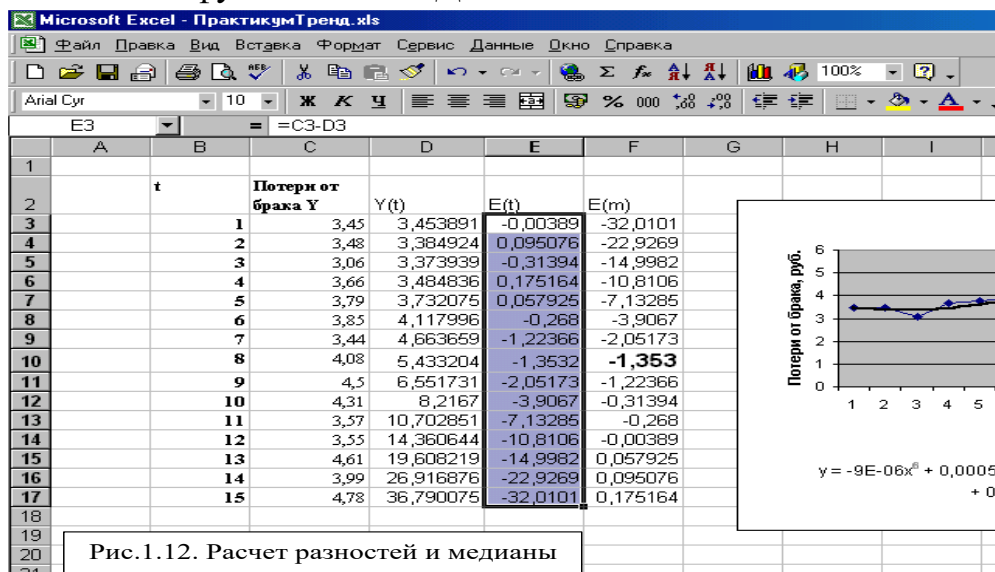

Рис.1.12. Расчет разностей и медианы
2.3. Рассчитать медиану $E(m)$ как срединное значение ряда $E(t)$. Для этого скопировать значения разностей $E(t)$ и с помощью *Специальной вставки* перенести только значения в столбец $E(m)$, расположить их в порядке возрастания и выделить медиану – значение, соответствующее срединному или в нашей задаче 8-ому значению (Рис.1.12). Иначе – воспользоваться функцией МЕДИАНА .